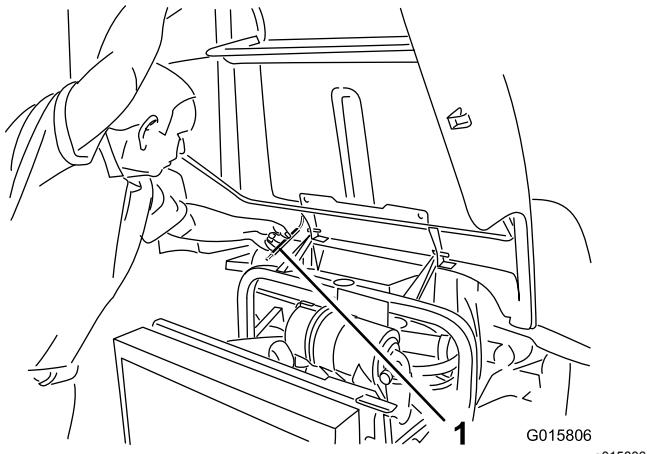

図 28
2. フレームチューブの下に支え棒が入る高さまでフードを持ち上げる図 28。